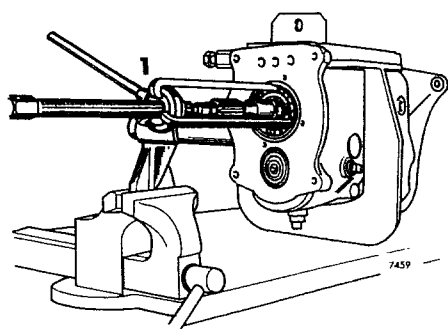

Fig 07-11. Demontering av ingående axelns lager
11. Ta bort urkopplingslagrets styrhylsa samt den mindre låsringen för ingående axelns lager. Dra av lagret, se fig 07-11.